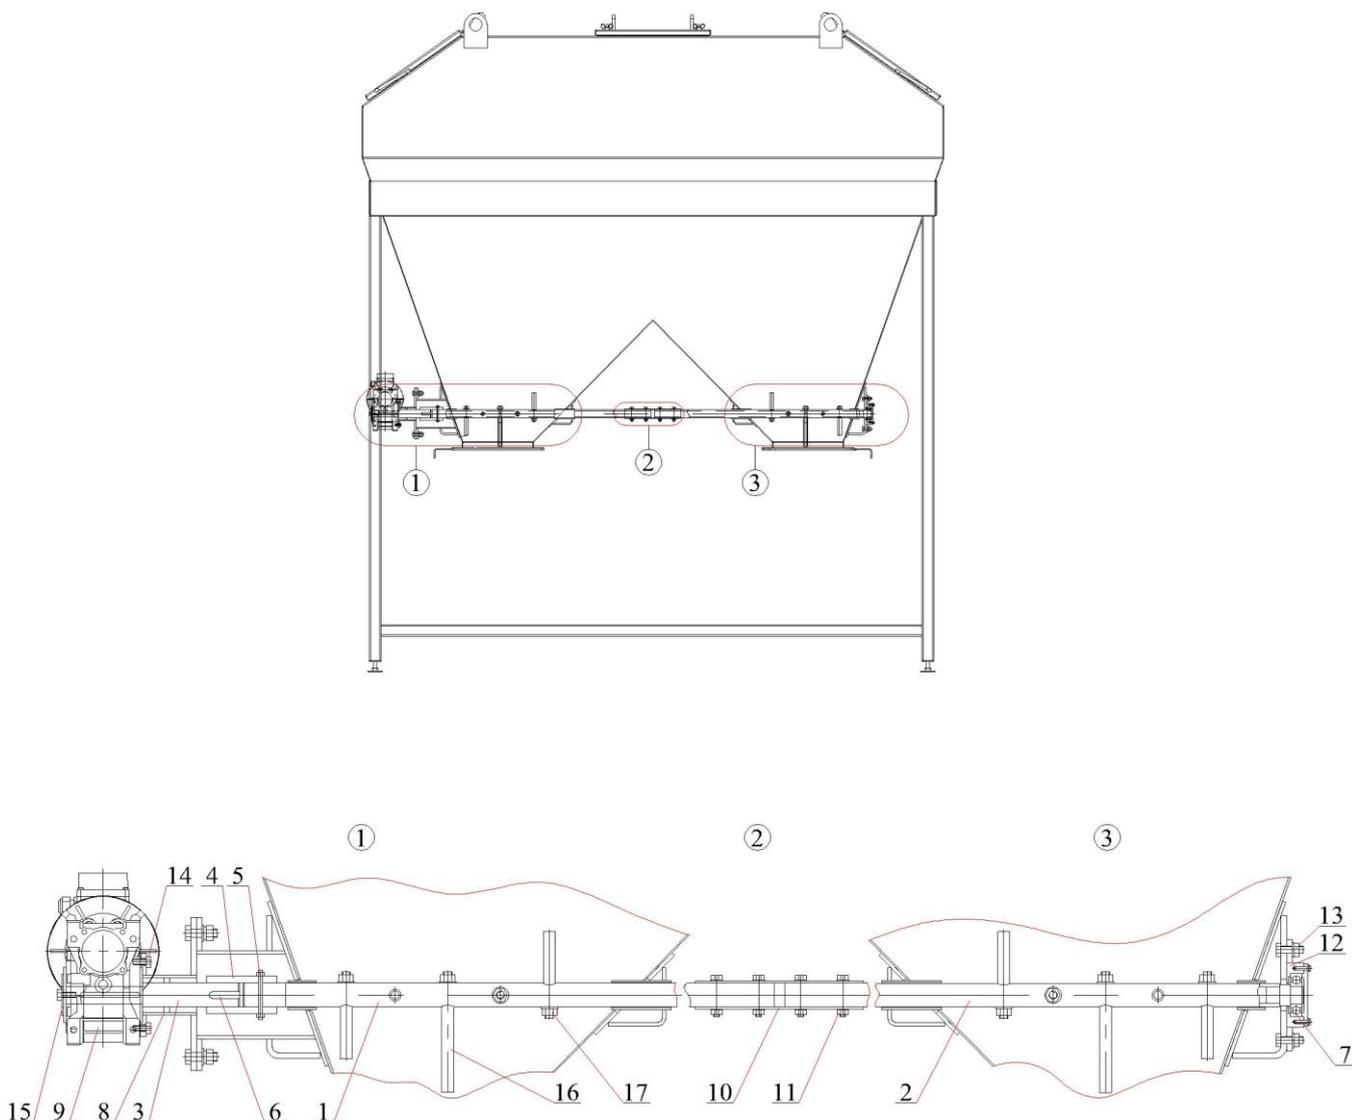

Рис.14 Схема установки разрыхляющего устройства бункера
3. Установить и закрепить вал разрыхлителя топлива с поводом (Рис. 14), если вал не установлен заводом-производителем;